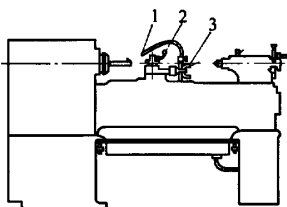

图 1
(1) 初期状态 加工外形尺寸 500mm × 450mm 的铸铁壳体零件时,需加工 $\phi 80$ mm 的孔。由于另有任务,无法使用镗床加工,工件加工停滞。经反复试验,把刀杆装夹在车床主轴上,如图 1 所示,拆除刀架、小滑板、冷却管,保持溜板箱顶端呈一个平面无干涉物件。